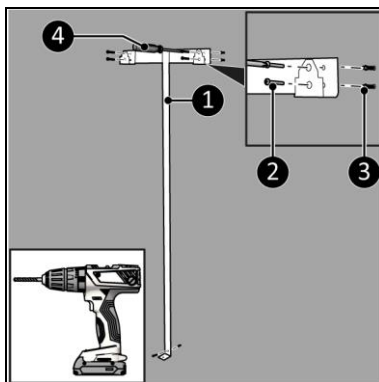

Figure 7
4. Placez le support mural contre le mur et marquez les cinq trous (Figure 7).
6. Insérez les chevilles (Figure 7, pos. 3).
7. Vissez et fixez le support mural (Figure 7, pos. 1) au mur avec cinq grandes vis (Figure 7, pos. 2) à l'aide d'un tournevis Phillips (Figure 7, pos. 4).